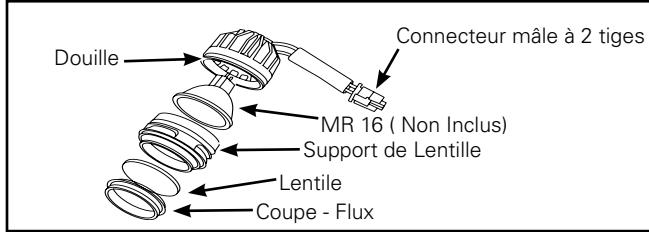
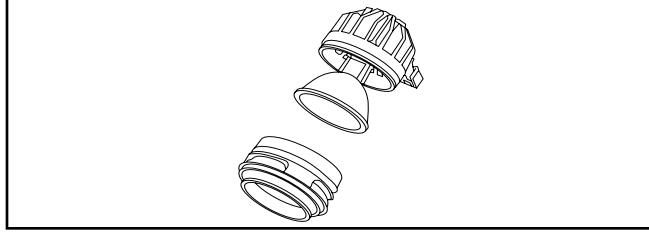
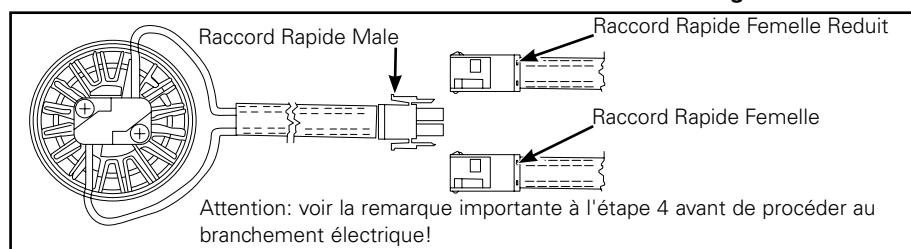

Figure 13.
Figure 14.
Figure 15.
5. Install lamp into lamp capsule - Remove the lamp module assembly (Figure 13.) from the packaging. Unscrew lens holder from lamp holder by rotating counter clockwise to access socket connections. Install lamp (Figure 14.) and reassemble lens holder to lamp holder tightening finger tight. Connect male quick connect for the lamp module to the appropriate female quick connect in the housing. (Figure 15.)
5. Installez l'ampoule dans la capsule de lampe – Défaitez l'assemblage du module de lampe de son emballage (Fig. 13). Desserez le support de lentille de la lampe en le faisant tourner dans le sens contraire des aiguilles
d'une montre pour accéder aux raccords de la douille. Installez l'ampoule (Figure 14.) puis remontez le support de la lentille à la lampe en serrant bien avec les doigts. Raccordez la prise mâle du module de lampe à la prise femelle correspondante à l'intérieur du boîtier (Figure 15.).